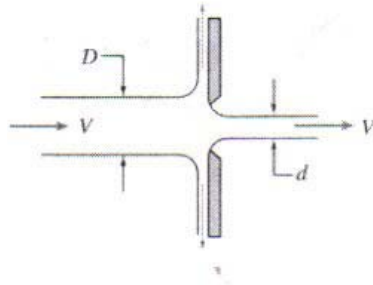

Figura 6
**P7.** Una placa vertical tiene un orificio de borde afilado en su centro (figura 6). Un chorro de agua de velocidad  $V$  golpea la placa concéntricamente. Obtenga una expresión para la fuerza externa necesaria para mantener fija la placa, si el chorro que sale del orificio tiene también velocidad  $V$ . Evalúe la fuerza para  $V = 5[m/s]$ ,  $D = 100[mm]$  y  $d = 25[mm]$ .